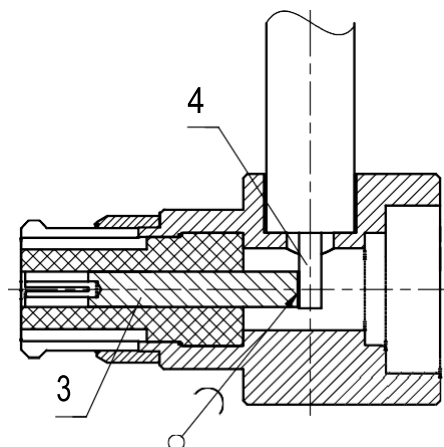

Рис. 37 – Пайка центрального проводника
- Произведите пайку гнезда кабельного соединителя 3 на жилу кабеля 4 (рисунок 37), используя отверстие для пайки центрального проводника. Не допускается попадание припоя на корпус и изолятор соединителя;